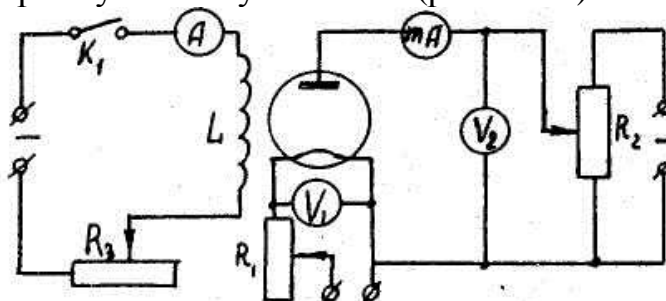

Рис. 3.5.1
Принципиальная схема установки приведена на рис. 3.5.1. Схема содержит цепь соленоида с реостатом  $R_3$  для изменения силы тока в цепи соленоида, цепь катода лампы с реостатом  $R_1$  и цепь анода лампы с потенциометром  $R_2$ .
1. Собрать установку по схеме (рис. 3.5.1).